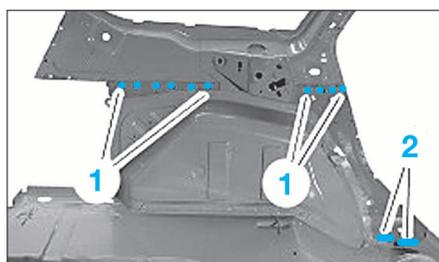
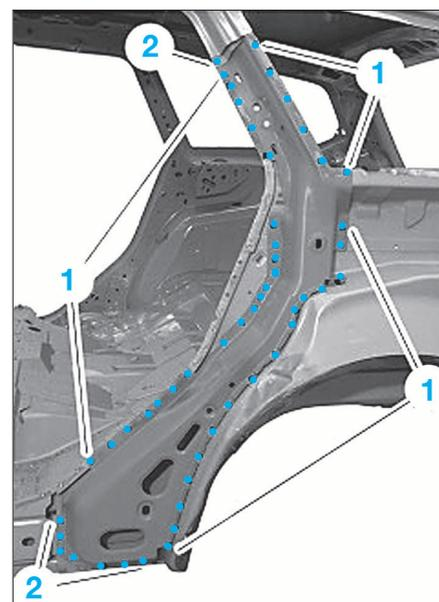

FIG. 89
FIG. 91
- Dépointer par l'intérieur du véhicule les points de soudure (1) (Fig.89).
- Meuler les cordons de soudure (2).
- Souder par bouchonnage les points (2).
- Souder par résistance par point les points (1) (Fig.89) (par l'intérieur du véhicule).
- Souder en cordon continu sous protection gazeuse les zones (2).
- Souder par résistance par points les points (1) du renfort de passage de roue (Fig.91).